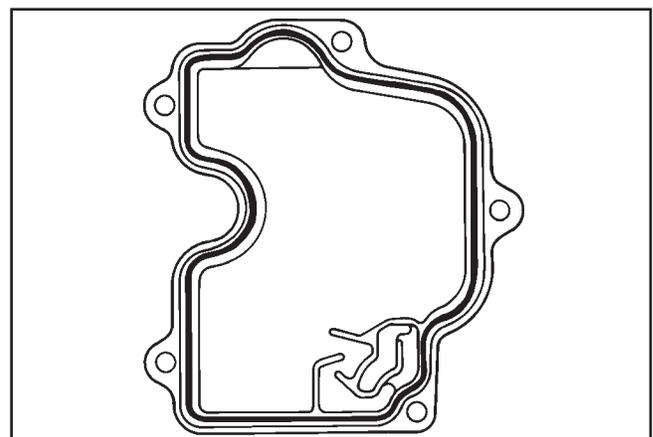

Figura 11-43. Padrão de Vedante da Tampa da Válvula.
2. Aplique uma camada de 1/16" de vedante na cabeça do cilindro, conforme mostrado na Figura 11-43.